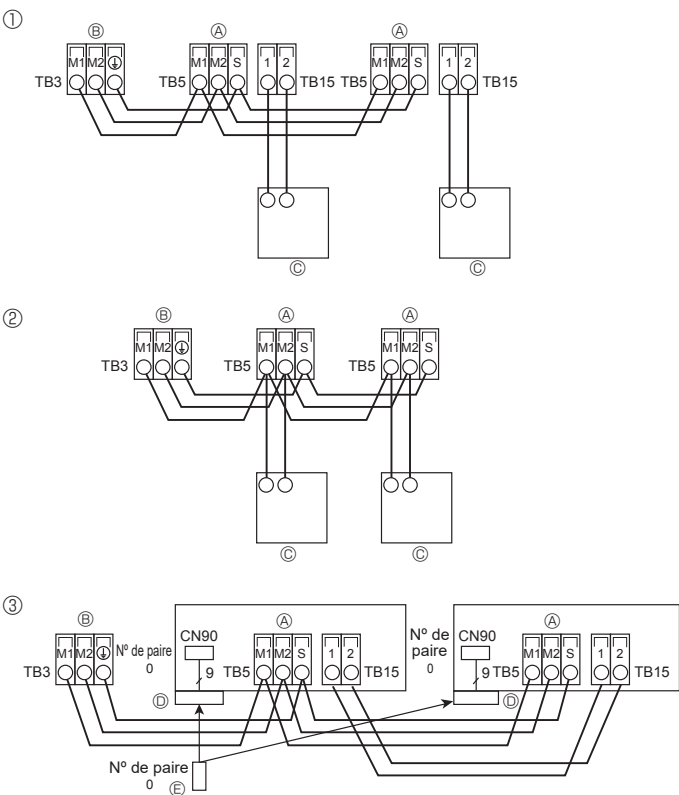

Fig. 6-5
6.5. Raccordement des câbles de la commande à distance et des câbles de transmission intérieurs et extérieurs (Fig. 6-5)